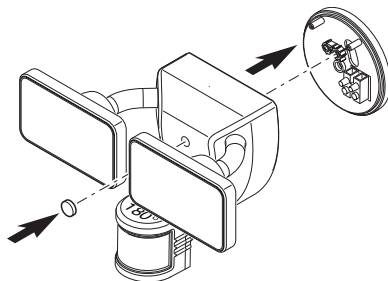

Figura 5
3. Apriete bien el tornillo de montaje teniendo cuidado de no apretarlo demasiado (vea la Figura 5).
4. Empuje con fuerza el tapón de caucho en el orificio del perno de montaje de la lámpara (vea la Figura 5).